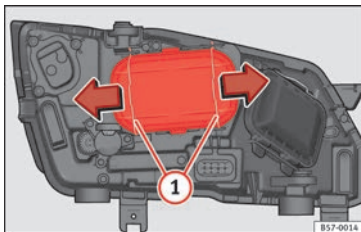

Abb. 104 Im Motorraum: Abdeckung entfernen.
2. Verschieben Sie die Streben » **Abb. 104** ① in Pfeilrichtung und nehmen Sie den Deckel ab.